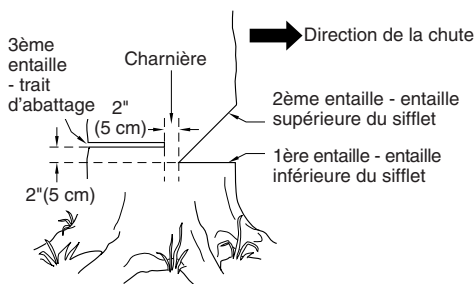

Figure 12 - Abattage d'un arbre
Un sifflet d'abattage correctement placé permet de déterminer la direction de la chute de l'arbre. Placer le sifflet d'abattage du côté de l'arbre où l'on veut qu'il tombe. (Voir la Figure 12, page 51.) Procéder de la façon suivante pour faire le sifflet.
- Faire l'entaille inférieure aussi près du sol que possible. Tenir la tronçonneuse de manière à ce que la guide-chaîne soit horizontale. Tailler sur 1/3 du diamètre du tronc d'arbre. (Voir la Figure 12, page 51.)
Exemple : Si l'entaille inférieure a 20 cm (8 po) de profondeur, commencer l'entaille supérieure à 20 cm au-dessus de cette dernière. Scier vers le bas à un angle de 45°. L'entaille supérieure doit rencontrer l'extrémité de l'entaille inférieure. (Voir la Figure 12.)
- De l'autre côté de l'arbre, faire le trait d'abattage à 5 cm (2 po) au-dessus de l'entaille inférieure du sifflet. (Voir la Figure 12.) Faire le trait parallèle à l'entaille inférieure.
⚠ AVERTISSEMENT : Ne pas scier l'arbre complètement. Laisser environ 5 cm (2 po) de bois non scié directement derrière le sifflet d'abattage. (Voir la Figure 12.) Cette partie non sciée sert de charnière. La charnière empêche l'arbre de se tordre et de tomber dans la mauvaise direction.